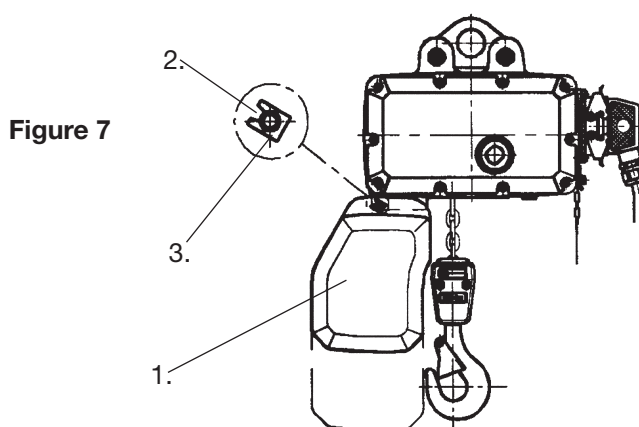

Figure 7
L'enrouleur à chaîne – **Figure 7, Item 1** – doit être monté avant que le palan à chaîne soit livré. Enfiler la broche (2) à travers les trous prévus dans le récipient et le logement, puis le fixer en ajustant les clips de retenue (3) dans les rainures usinées aux deux extrémités de la broche. Se rappeler que l'enrouleur à chaîne doit être monté correctement sinon il peut constituer un danger.